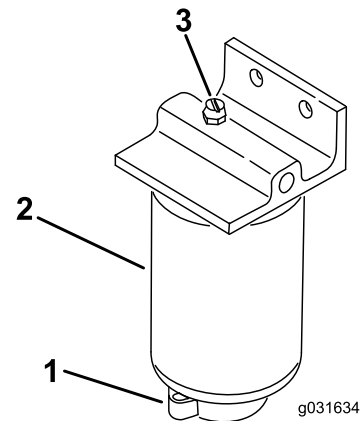

图 51
2. 松开滤清器底部的排油阀图 51。
1. 清洁滤清器的安装区域图 51。